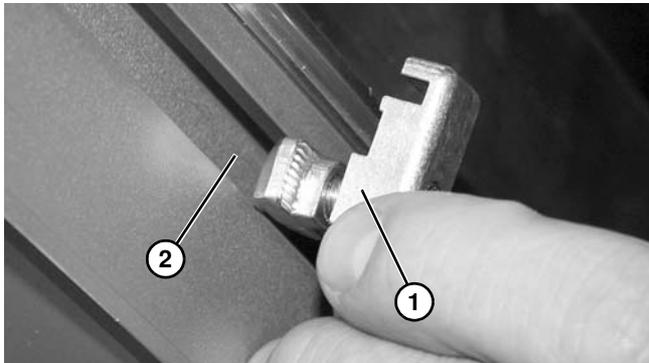

Abbildung 14
1. Führungshalterungsbaugruppe (Abbildung 14, Teil 1) in den T-Schlitz des Förderbands (Abbildung 14, Teil 2) wie gezeigt einbauen.